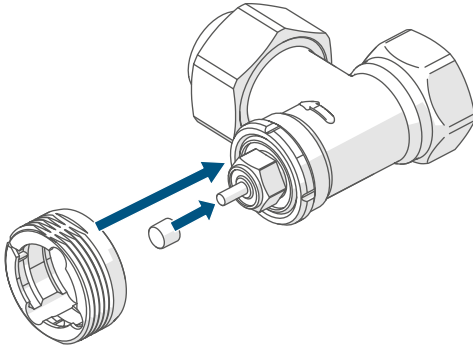

Abbildung 12
- Öffnen Sie das Batteriefach (C), indem Sie den Batteriefachdeckel (C) nach unten schieben (→siehe Abbildung).
- Legen Sie zwei neue 1,5 V LR6/Mignon/AA Batterien polungsrichtig gemäß Markierung in die Batteriefächer ein (s. Abbildung 12).